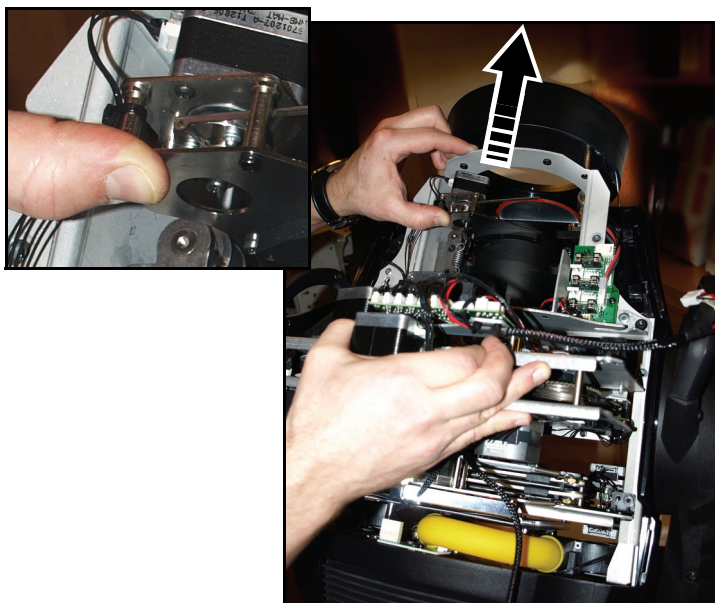

Figure 17: Retrait du module projection
5. Voir Figure 17. Evitez de toucher un composant en verre ou fragile. Avec le pouce, en appuyant sur une des platines en métal du chariot, avancez le bloc zoom/mise au net vers le nez du projecteur puis dégagez le module projection hors de la tête.